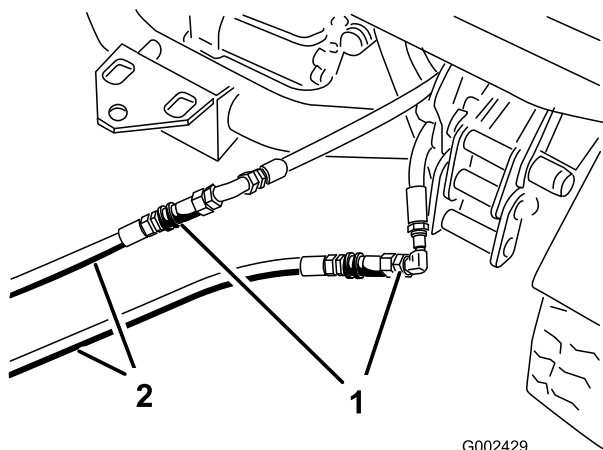

Рисунок 80
3. На неисправном подсоедините два промежуточных шланга к шлангам, которые были отсоединены (Рисунок 80). Заглушите неиспользуемые фитинги.